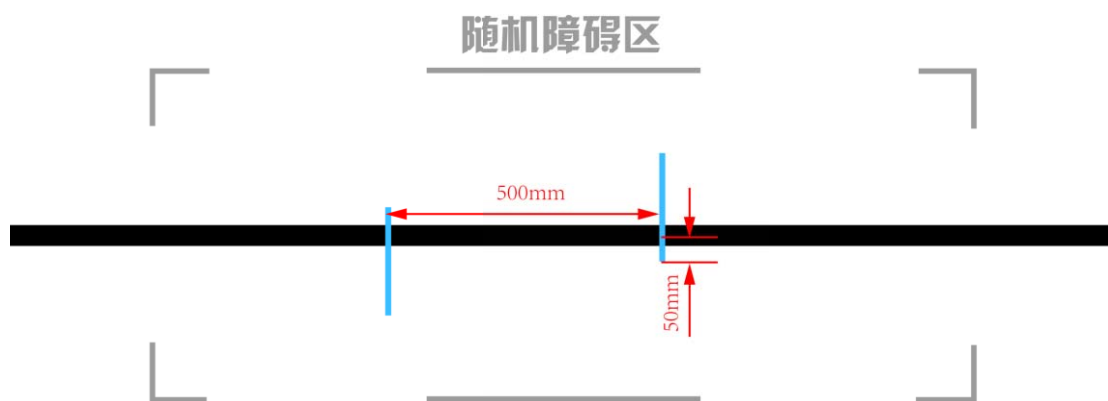

图 6 随机障碍区
(3) 随机障碍区有两个长 200mm, 高 200mm, 厚 10mm 的蓝色木制挡板。挡板间隔不小于 500mm。挡板突出赛道 50mm 放置, 如图 6 所示: